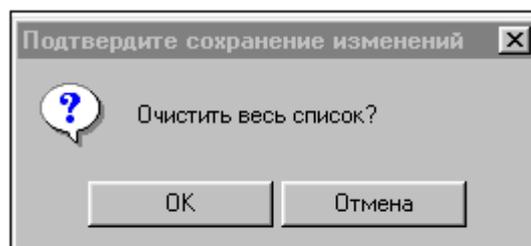

Рисунок 10 - Форма удаления из всего списка
- "Удаление всего списка" (рисунок 10);